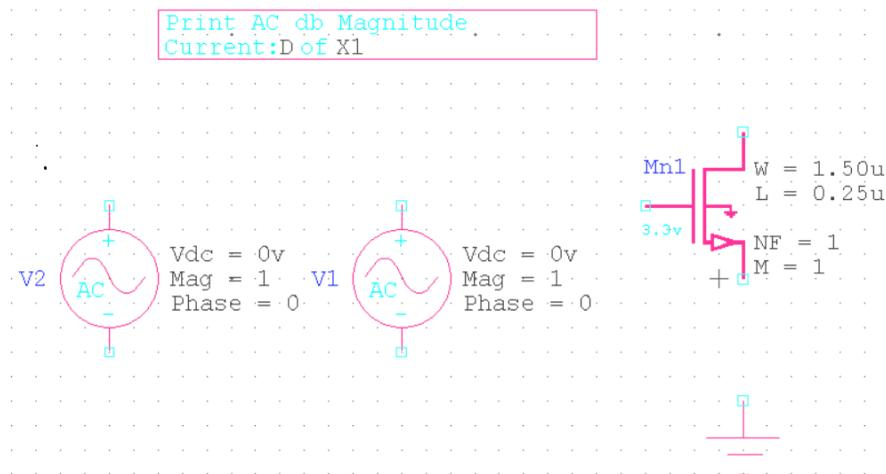

Рис. 5. Компоненты схемы
1) Из соответствующих библиотек вытащите на рабочую область элементы как показано на рис. 5.